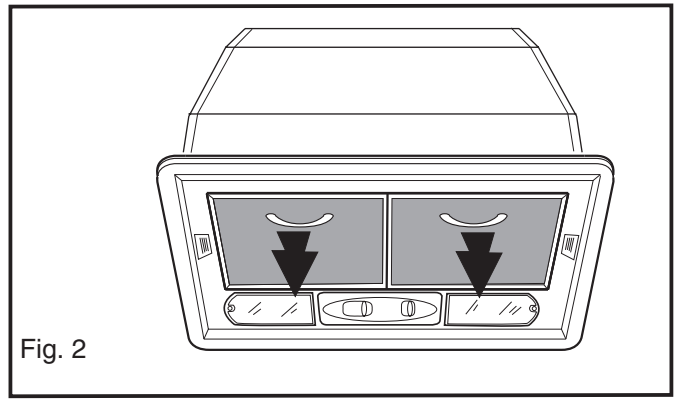

Fig. 2
Wenn sie den Fettfilter entfernen wollen – Bild 2
- b) Entfernen sie den metallischen Fettfilter (Bild 2).
- e) Richten sie den metallischen Fettfilter (Bild 2) erneut ein.